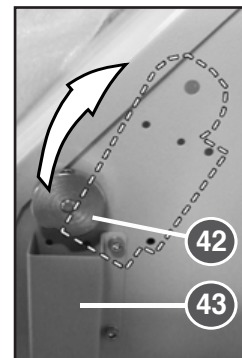

fig. 24
4. Démontez les deux caches de contacteur (43). Détacher la tige filetée (44) sur la came de contacteur (42) du volet de commande et retirer la came de contacteur. Extraire le volet de commande (40), l'enfoncer dans les orifices prévus pour la position de commande dans l'entonnoir (16) et le fixer à nouveau à cet endroit (fig. 24).
5. Fixer l'interrupteur de fin de course S8 (18) à l'aide de 2 vis M4x40 et écrous M4 sous la came de contacteur du volet de commande (40). Détacher la tige filetée (44) (clé Allen 2,5 mm), tourner la came en position et serrer à nouveau la tige filetée à fond.